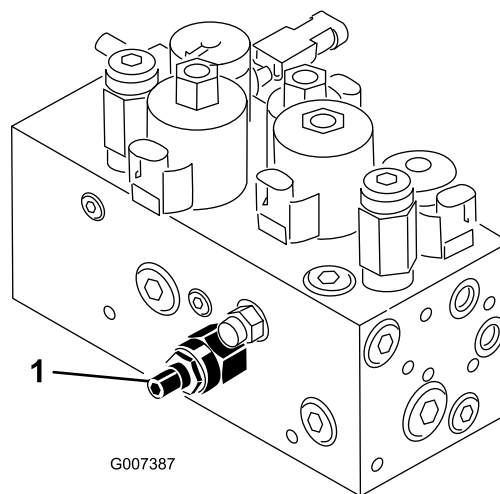

Figura 58
El circuito de elevación/bajada de la unidad de corte está equipado con una válvula de control de flujo (Figura 58). Esta válvula viene ajustada de fábrica, con una abertura de aproximadamente 3 vueltas, pero es posible que sea necesario ajustarla para compensar diferencias en la temperatura del aceite hidráulico, velocidad de siega, etc. Si es necesario ajustarla, proceda de la manera siguiente:
1. Levante el asiento y localice la válvula de control de flujo del bastidor de tiro central (Figura 58), situada en el lateral del colector hidráulico.